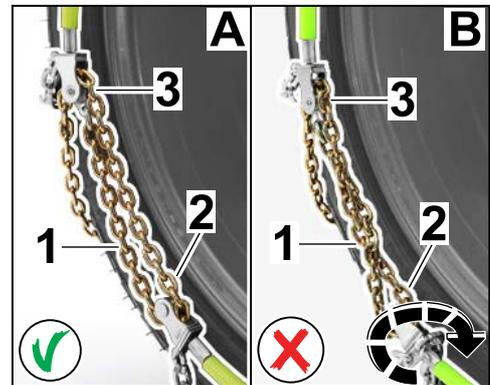

Bild 7
2.2.2 Prüfen, ob die Spannkette an Spannungspunkt und Umlenkrolle (Ende Federstahlbügel auf der Rad-Innenseite) parallel (⇒ *Bild 7-A-*) zu einander läuft und **NICHT** verdreht (⇒ *Bild 7-B-*) ist.
Umlenkrolle Federstahlbügel gegebenenfalls drehen (⇒ *Bild 7-Pfeil-*)